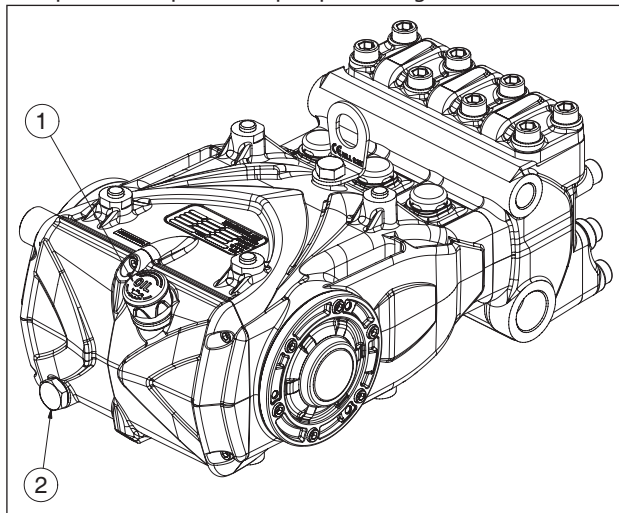

Fig. 1
Para retirar o óleo, é necessário remover: a vareta de nível do óleo pos. ① e depois o tampão pos. ②, Fig. 1.